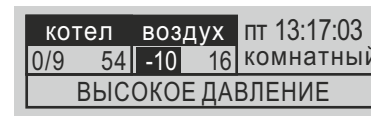

Рисунок 28. Пример сообщения о несоответствии.
В этих случаях будет произведено обесточивание ТЭНов с помощью контактора, замкнутся контакты зажима подключения приёмника сигнала об отказе XT7 (см. рис. 4), включится индикатор отказа (8) рис. 5 и появится текстовое сообщение о характере несоответствия. Пример см. рис. 28. После устранения причины несоответствия прибор вернется к предыдущему режиму работы с сохранением настроек и параметров.